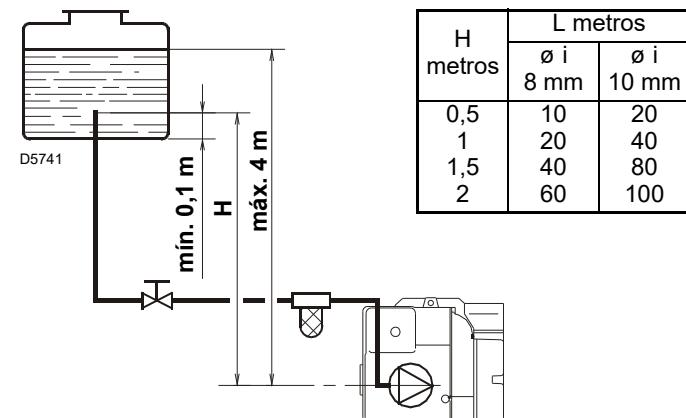

Fig. 2
- Es necesaria sólo con instalaciones de un tubo (Fig. 2). En la instalación de la Fig. 2, es suficiente aflojar la conexión del vacuómetro 4) (Fig. 5) y esperar la salida del combustible.
Leyenda (Fig. 2, Fig. 3 y Fig. 4)